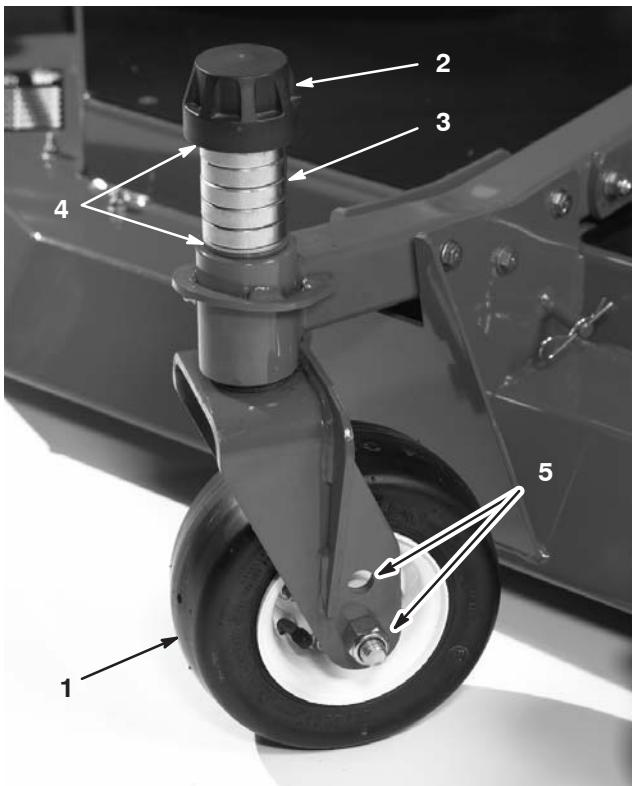

Figure 10
3. Enlevez le chapeau de tension de l'axe de pivot (Fig. 10) et sortez l'axe du bras pivotant. Replacez les 2 cales (3 mm) sur l'axe de pivot comme à l'origine. Elles sont requises pour que les plateaux de coupe soient parfaitement de niveau sur toute la largeur. Placez le nombre requis d'entretoises de 13 mm (voir la table ci-dessous) sur l'axe de pivot pour obtenir la hauteur de coupe voulue, puis ajoutez la rondelle.